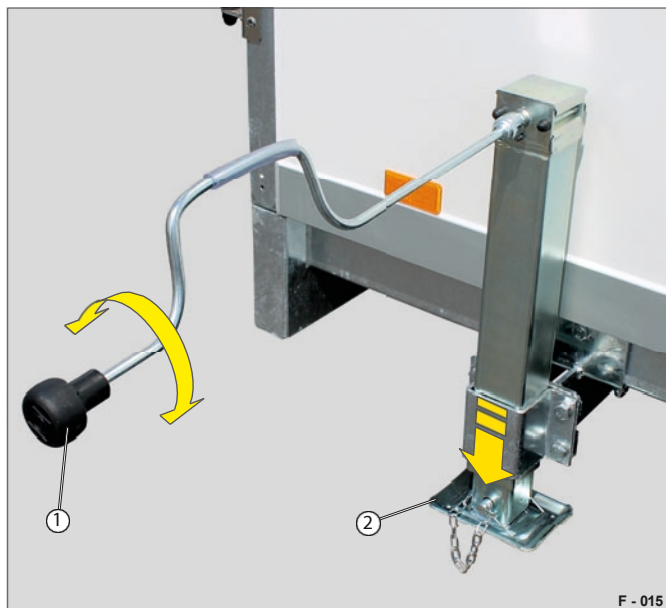

Fig. 14 Betjening af den teleskopiske håndsvingstøtte
- Drej håndsvinget (fig. 14/1), så den justerbare fod (fig. 14/2) kører ud.